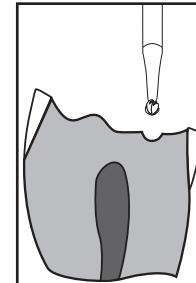

Figure 1
- Create shallow indents at channel sites with 1/4 round bur in a high speed contra angle handpiece (**Fig. 1**).
- Mit einem runden Rosenbohrer im Schnellaufwinkelstück (blauer Ring) die Bohrstelle "ankören" (**Abb. 1**).